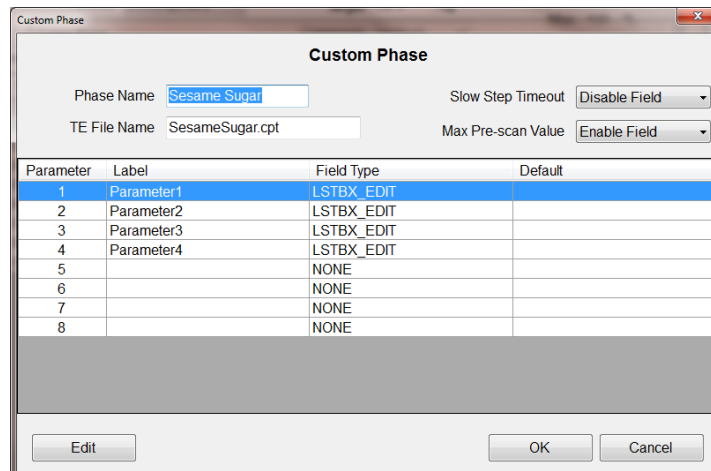

Figura 15-19: Pantalla para editar fase personalizada
- Habilita o inhabilita el campo "Slow Step Timeout" (Tmpto venc paso lento) en la pantalla de fase personalizada (Figura 15-19). En este caso, puesto que la fase implica sólo un cálculo, no es necesario un tiempo de vencimiento.
- Habilita o inhabilita el campo del valor "Max Pre-scan" (Escaneo preliminar de receta máx.) en la pantalla de fase personalizada (Figura 15-19). Este valor puede usarse para prevenir que el resultado del cálculo cause una sobrecarga en la báscula o un derrame del recipiente. Se **debe** definir un valor "Escaneo preliminar de receta máx." cuando se use una variable como el peso objetivo, de modo que este campo está **Enabled (Habilitado)**.
Una vez que se han agregado los parámetros requeridos de fase personalizada, haga clic en OK para cerrar la pantalla de edición de fase personalizada (Figura 15-19).